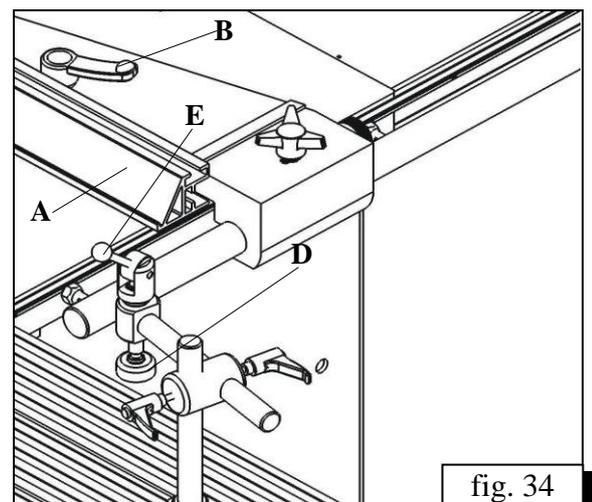

fig. 34
1). Position horizontale /fig. 34/ - pour la coupe de pièces minces de largeur minimale 15mm.
- Faites descendre la plaque de serrage **D** et serrez l'ébauche à l'aide du levier de serrage **E** (fig. 34)
serrage **E** (fig. 34)